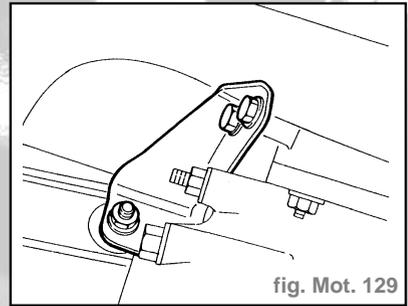

fig. Mot. 129
- Enlever les deux étriers de renfort du turbocompresseur au bloc moteur (fig. Mot. 129 et 130).
- Déposer les deux étriers de maintien du turbocompresseur sur le bloc moteur (fig. Mot. 129 et 130).